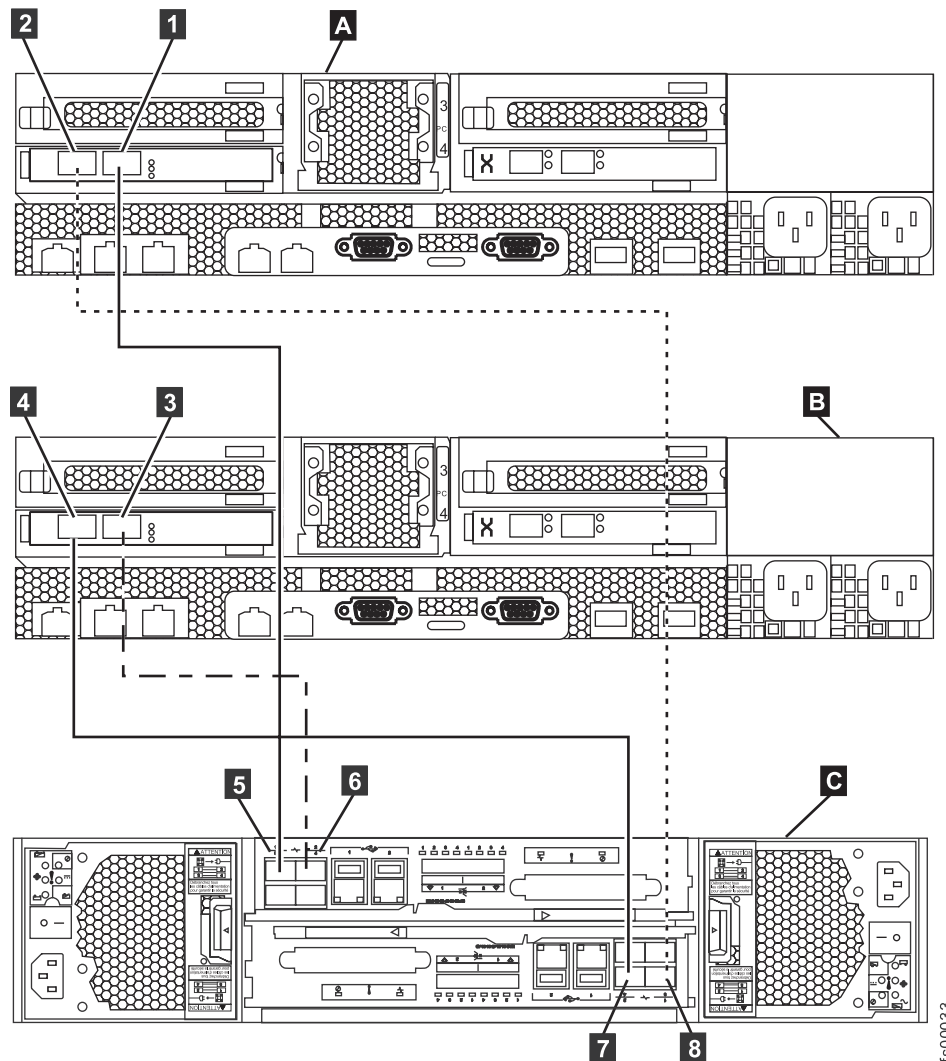

Figure 38. Diagramme de connexion des modules de fichiers au boîtier de commande à l'aide de câbles Fibre Channel. Voir le tableau précédent.
- Avant de continuer, assurez-vous que vous avez connecté les câbles Fibre Channel comme illustré dans la figure 38, à la page 41 pour assurer la redondance appropriée. Un câblage incorrect peut entraîner une perte de service lors des procédures de maintenance du système.